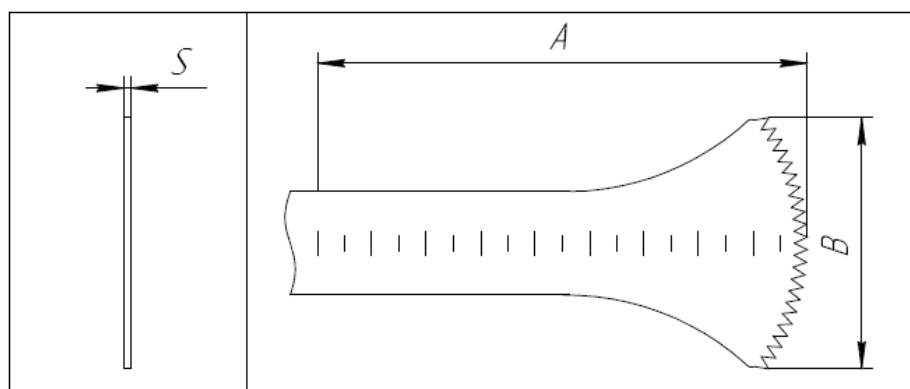

Рис. 2. Вид формы У
**Лезвие, вид (1), (2)×(3)×(4) мм, тип зуба (5), разъем (6)**
(1) - указывает на вид формы лезвия U, V, D, G, F (см. Рис. 2 – 6);